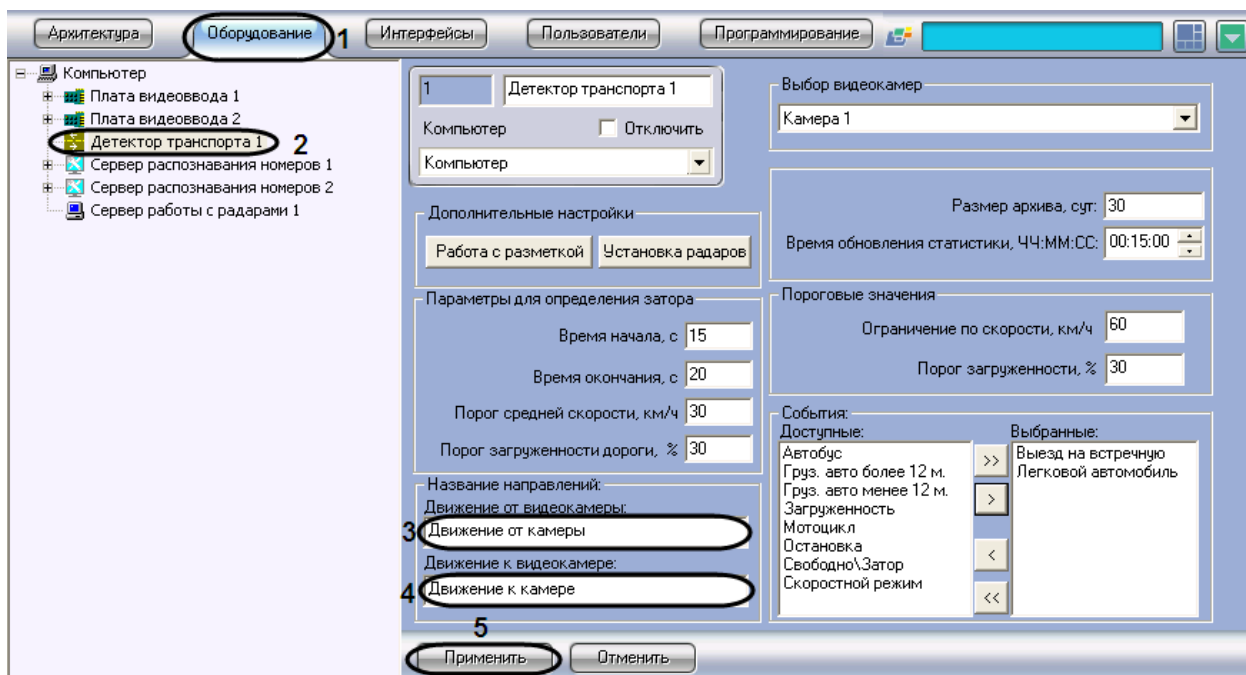

Рис. 7.4—19. Задание названий направлениям движения транспорта для отображения в диалоговом окне «Трафик монитор»
1. В диалоговом окне «Настройка системы» перейти на вкладку «Оборудование» (см. Рис. 7.4—19, 1).
2. В дереве объектов на вкладке «Оборудование» выбрать объект «Детектор транспорта», соответствующий настраиваемому программному модулю «Детектор транспорта» (см. Рис. 7.4—19, 2). В правой части вкладки «Оборудование» отобразится панель настройки выбранного объекта.
3. Указать название направления движения транспорта, отображающееся в диалоговом окне «Трафик монитор», для транспортных средств, движущихся от видеокamеры, настроенной для программного модуля «Детектор транспорта» (см. Рис. 7.4—19, 3).
4. Указать название направления движения транспорта, отображающееся в диалоговом окне «Трафик монитор», для транспортных средств, движущихся к видеокamере, настроенной для программного модуля «Детектор транспорта» (см. Рис. 7.4—19, 4).